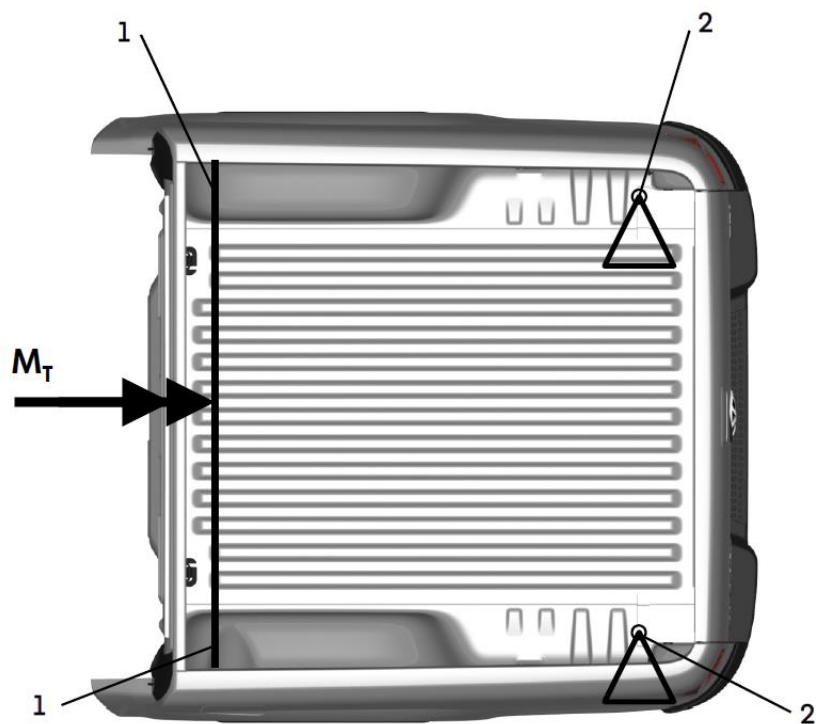

Abb. 4.3.3: Ermittlung der statischen Torsionssteifigkeit der Cargobox
- Bei Ersatz der Cargobox durch andere Aufbauten darf die maximale statische Torsionssteifigkeit des Aufbaus nicht größer als die der Cargobox sein. Diese beträgt für den Amarok Single Cab $C_T=1200\text{Nm/}^\circ$ und für den Amarok Double Cab $C_T=1300\text{ Nm/}^\circ$. Die statische Torsionssteifigkeit kann im Versuch ermittelt werden. (siehe Abb.4.3.3).
Die statische Torsionssteifigkeit kann im Versuch ermittelt werden. (siehe Abb.4.3.3).